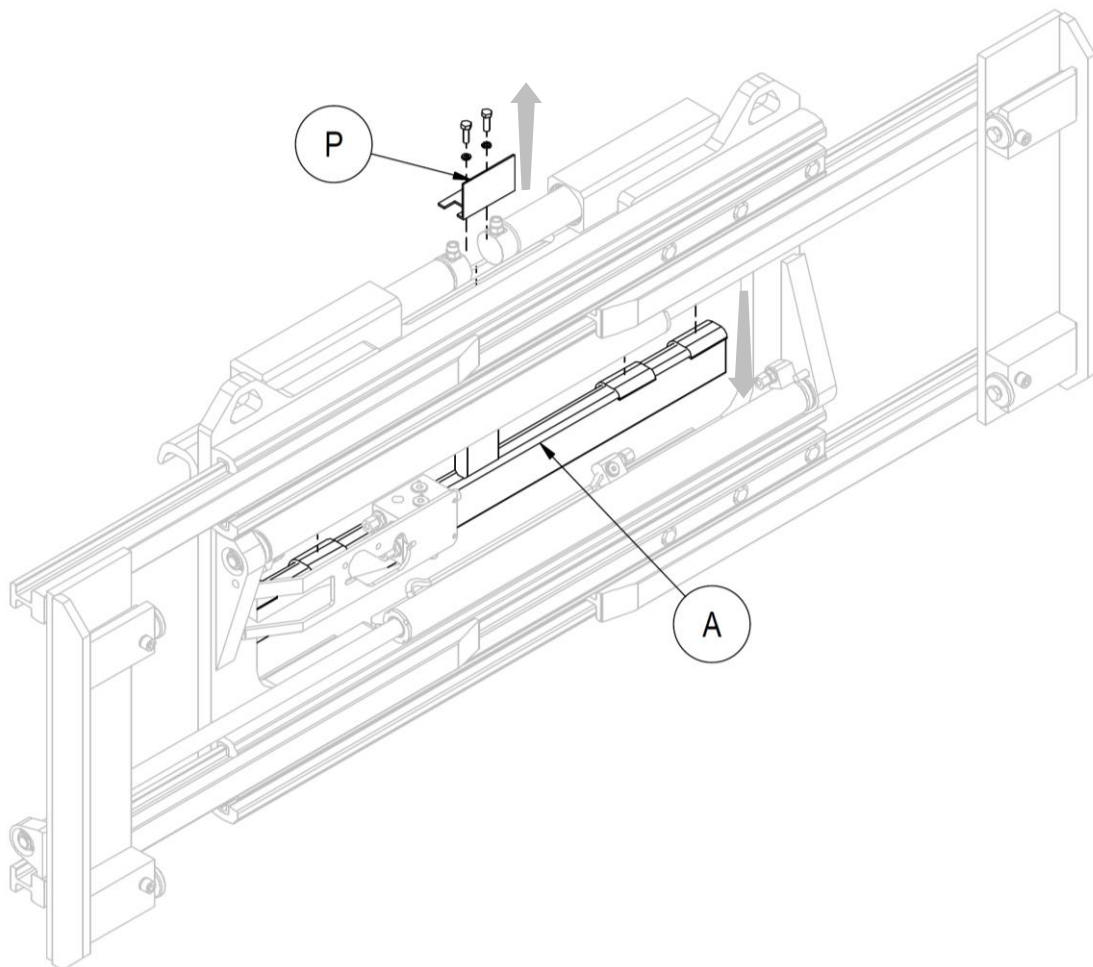

Figura 27
3. Rimuovere il doppio gancio (A) dopo aver rimosso il "piegato di protezione" (P) con le relative viti (nella fase *Smontaggio Attrezzatura Dal Carrello* è già stato specificato questo passaggio).
7. Prendere come riferimento la *Figura 27*.